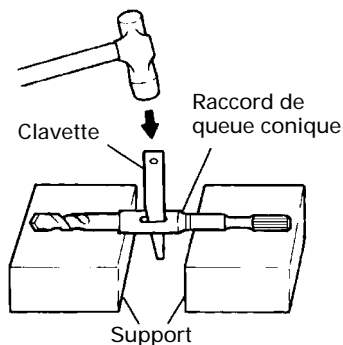

Fig. 12
- (1) Installer la mèche à queue conique dans le raccord de queue conique.
- (2) Mettre l'appareil sous tension et percer un trou de base.
- (3) Après avoir retiré la poussière avec une seringue, fixer le mandrin à la pointe du sabot et l'enfoncer dans le sabot avec un marteau.
- (4) Pour retirer la mèche à queue conique, insérer une clavette dans la fente du raccord de queue conique et frapper sur la clavette avec un marteau. (Fig. 12)